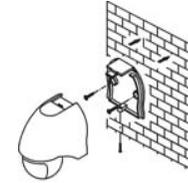
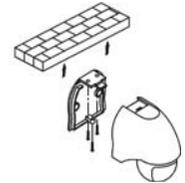

ABB. 3
ABB. 4
- Empfohlene Montagehöhe: **an der Wand** 1,8 - 2 m vom Boden (ABB. 3); **an der Decke** 2,5 - 4 m vom Boden (ABB. 4).